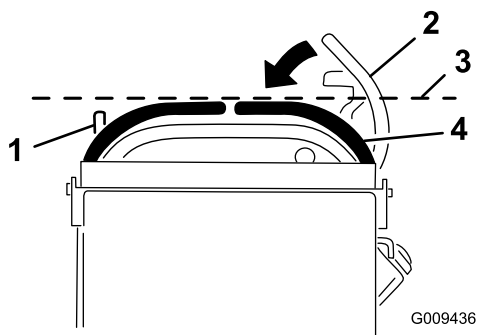

Figura 68
3. Spingete in giù la leva di controllo del movimento destra per toglierla dalla posizione di blocco in folle (Figura 68).
4. Controllate se la leva di controllo del movimento destra è allineata orizzontalmente con la leva di controllo del movimento sinistra (Figura 68).